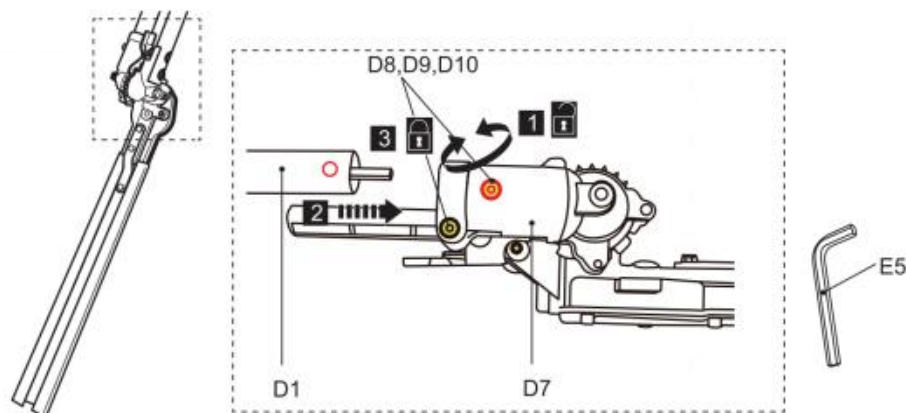

Fig. 20
1) Afloje los pernos (D8) con la herramienta (E5) hasta que el poste inferior (D1) pueda insertarse en el soporte (D7) (Fig. 20, paso 1). No retire los pernos (D8), las arandelas elásticas (D9) ni las arandelas (D10) del soporte (D7).
Utilice la flecha como guía para la alineación. (Fig. 20, paso 2).
3) Apriete los pernos (D8) para asegurar el poste inferior en su posición (Fig. 20, paso 3).